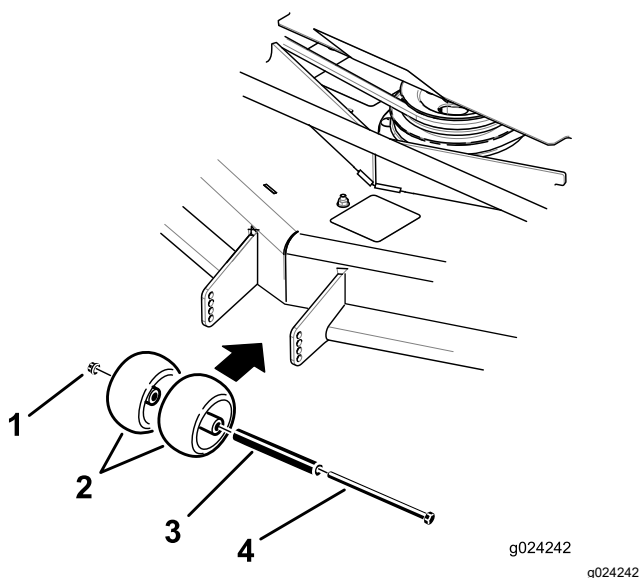
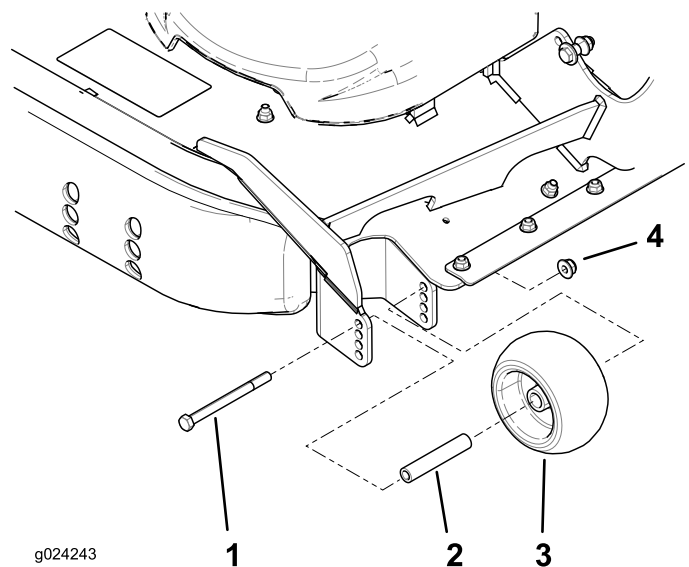

Figura 34
Figura 35
3. Regolate i rulli antistrappo come illustrato nella Figura 34 e nella Figura 35.